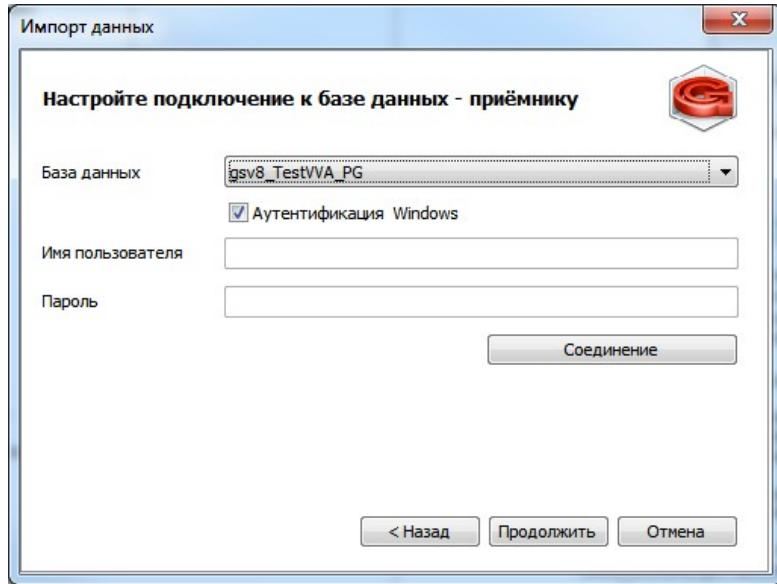

Рисунок 251: Пример диалогового окна
В результате — будет загружено диалоговое окно «**Настройте подключение к базе данных - приёмнику**» (рис. 251).
- 3.1 В поле «База данных» указать целевую базу данных (эта та БД, в которую справочники будут импортированы). Автоматически, по умолчанию, в качестве БД-приёмника подстанется текущая БД, к которой подключён клиент (см. рис. 251).
- 3.2 Указать тип аутентификации. По умолчанию включён режим **Аутентификация Windows** (см. рис. 251).